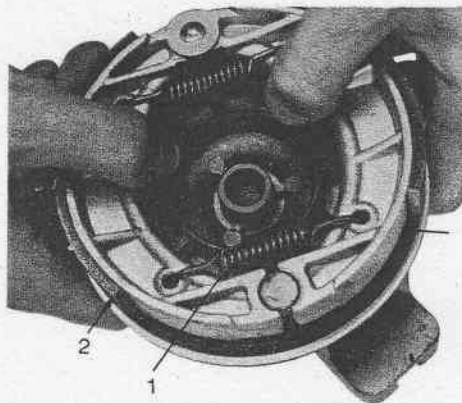

Fig. 38 - Disco portaceppi
- Togliere il disco portaceppi e, nel caso si dovesse ricorrere alla sostituzione dei ceppi freno, usare un cacciavite facendo leva come indicato dalla freccia in Fig. 38, sganciare le molle e sostituire i ceppi.